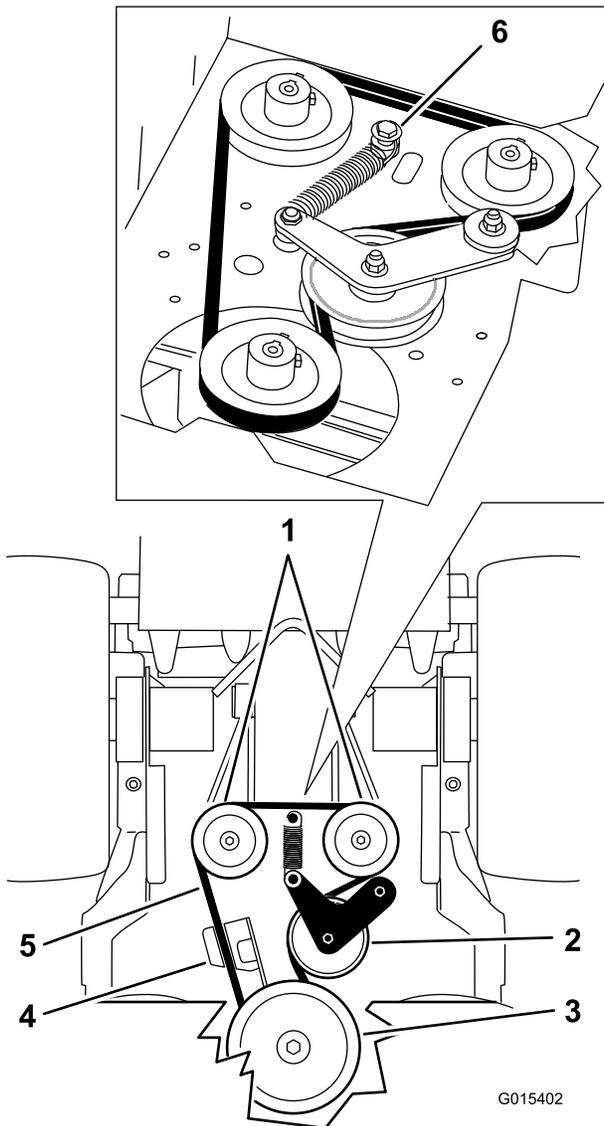

Figura 67
5. Retire o parafuso com olhal, porca e anilha da plataforma do motor e ligado à mola (Figura 67).
6. Retire a correia de accionamento da bomba (Figura 67).
8. Instale a mola no parafuso com olhal e anilha e ligue-a à plataforma do motor com a porca (Figura 67).